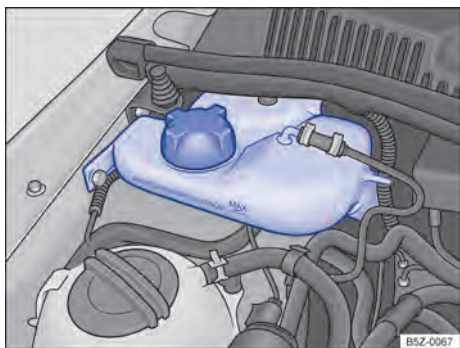

Fig. 135 No compartimento do motor: reservatório de gasolina para o sistema de partida a frio para motores 1.6 (válido somente para o motor CCRA).
O reservatório de gasolina do sistema de partida a frio encontra-se no compartimento do motor, no lado direito → Fig. 135.
- Nunca ultrapassar a marca "MAX" indicada no reservatório → Fig. 135.